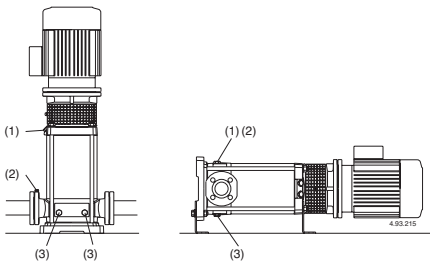

Abb. 4d (1) Auffüllung und Entlüftung;
(2) Entlüftung Saugleitung
(3) Entleerung
Wenn der **Wasserspiegel auf der Saugseite oberhalb der Pumpe** ist (Zulaufbetrieb, **Abb. 3B**) Absperrschieber in der Zulaufleitung langsam und vollständig öffnen um die Pumpe zu füllen. Dabei Schieber in der Druckleitung und die Entlüftungsschrauben (1) (2) (**Abb. 4d**) öffnen, damit die Luft entweichen kann.
Entlüftungsschrauben (1) (2) schließen (**Abb. 4d**). Bei MXV-B, MXV(L) 25-32-40-50 und MXV(L) 4 25-32-40-50, die Nadelverschraube (14.17) in der Entleerungs-Verschlußschraube (14.12) (**Abb. 4b**) anziehen und die Entlüftungsbohrung (14.04) schließen. Die Pumpe mit geschlossenem Druckleitungs-Absperrschieber und mit vollständig geöffnetem Zulauf- bzw. Saugleitungs-Absperrschieber starten. Sofort danach langsam den Druckleitungs-Schieber öffnen und den Betriebspunkt innerhalb der auf dem Typenschild angegebenen Grenzwerte einstellen.